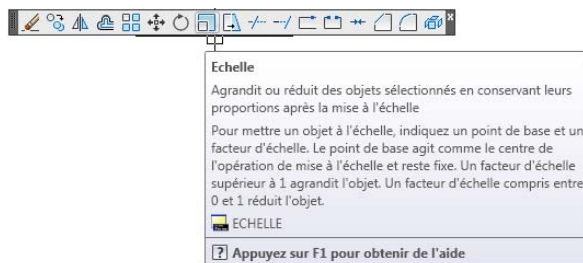

Figure 3.116
L'outil Échelle permet de changer la taille de l'objet sélectionné (voir Figure 3.116). Deux variables peuvent être utilisées : le facteur, qui permet d'agrandir ou de diminuer l'échelle d'un objet à l'aide d'une valeur numérique. Si la valeur est supérieure à 1 (100 %), l'objet s'agrandit, si elle est inférieure à 1, il diminue. D'autre part, l'option de Référence (R) utilise un objet de référence pour la mise à l'échelle sans qu'il soit nécessaire d'entrer une valeur numérique (nous verrons cette seconde possibilité dans le cadre des ateliers du chapitre suivant).